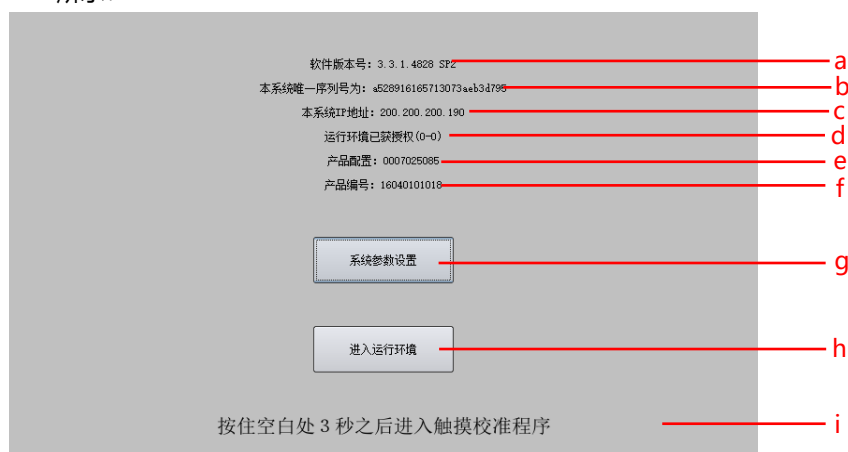

图 2.1-2 系统配置界面
- 系统配置界面如图 2.1-2 所示：
点击图 2.1-2 中的“g. 系统参数设置”进入 TPC 系统设置界面。如图 2.1-3 所示：